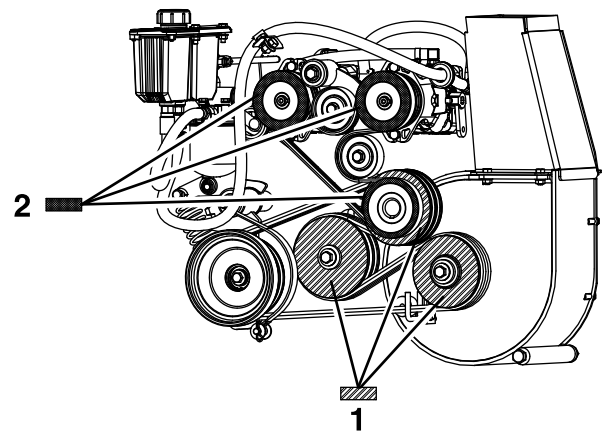

Figura 58
8. Midiendo desde la polea del soplador como punto base, mueva el motor y el eje secundario hasta que las superficies traseras de las 3 poleas estén alineadas a una distancia de entre 0.8 y 1.6 mm (1/32 y 1/16") (Figura 58).
4. Usando una regla, alinee cada polea de la bomba con la polea del motor deslizándola por el eje de la bomba (Figura 58).